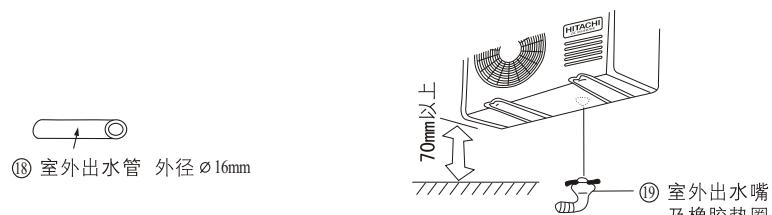

图33
- 2 请将机体在安装后,按图33所示将附件⑯室外出水管安装在出水孔中,再套上附件⑰室外出水管,使之朝向最合适的位置。